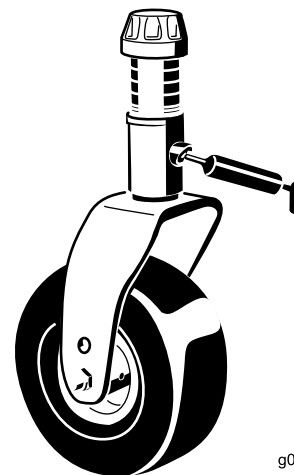

Bild 37
- 2 Laufradgabelbüchsen (Bild 37)